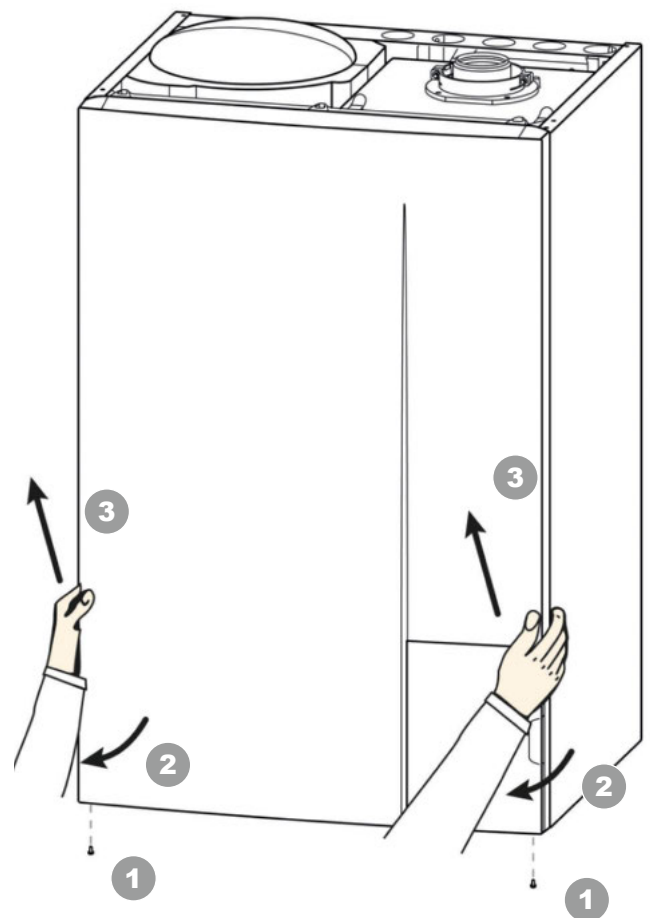

fig. 28 - Neem de voorkant af.
- Neem de voorkant af (fig. 28, bladzijde 46).